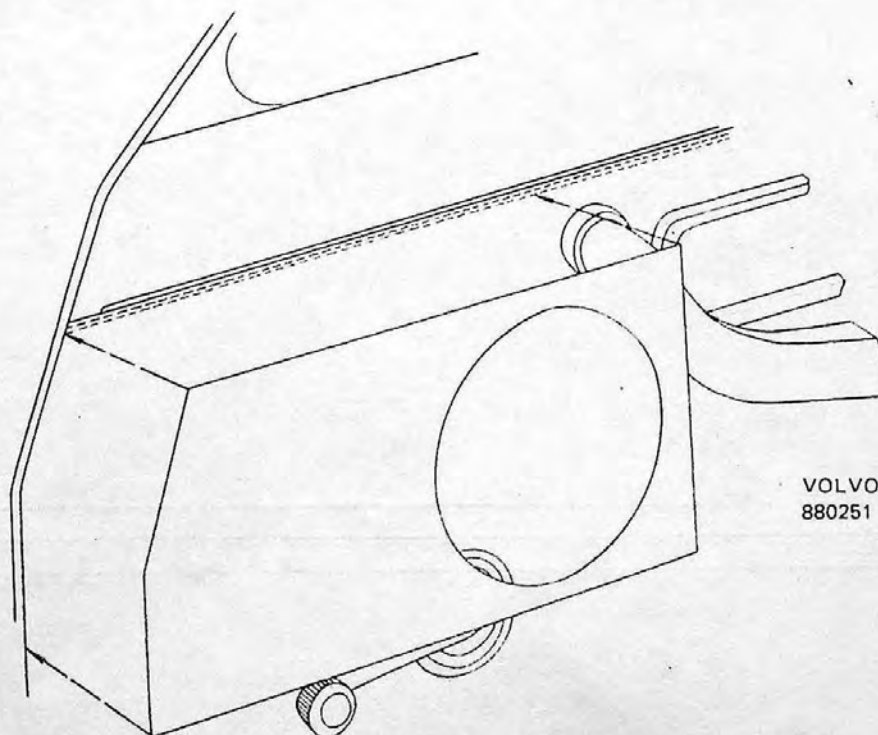

Abb. 2 Einbau des Lautsprechers
8. Vorlage für den Lautsprecher an einer der Türen gemäß Abb. 2 halten und die Einbauöffnung für den Lautsprecher auf der Türverkleidung abtragen. Beim Ausschneiden der Öffnung-zunächst die Verkleidung mit einem Messer aufschlitzen und dann mit einer Bleischere nachschneiden.